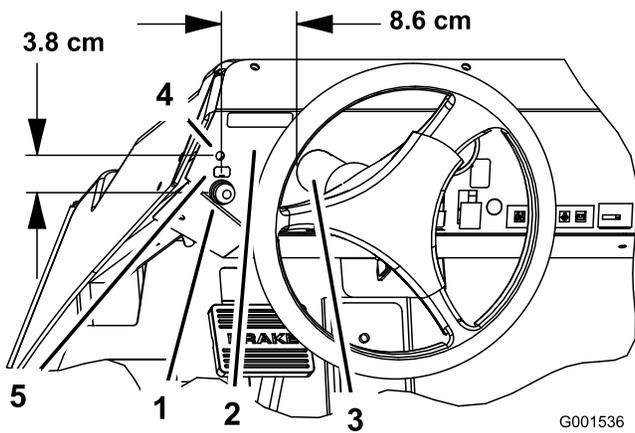

Figure 3
4. Pour savoir où percer le trou pour le bouton de commande de l'avertisseur sonore, mesurer 8,6 cm à la gauche de la base de la colonne de direction et 3,8 cm à partir du centre de la tête de vis sur le tableau de bord (Figure 3).
2. Retirez la pellicule de protection au dos de l'autocollant et collez-le juste au-dessus du bouton de commande de l'avertisseur sonore sur le tableau de bord (Figure 3).